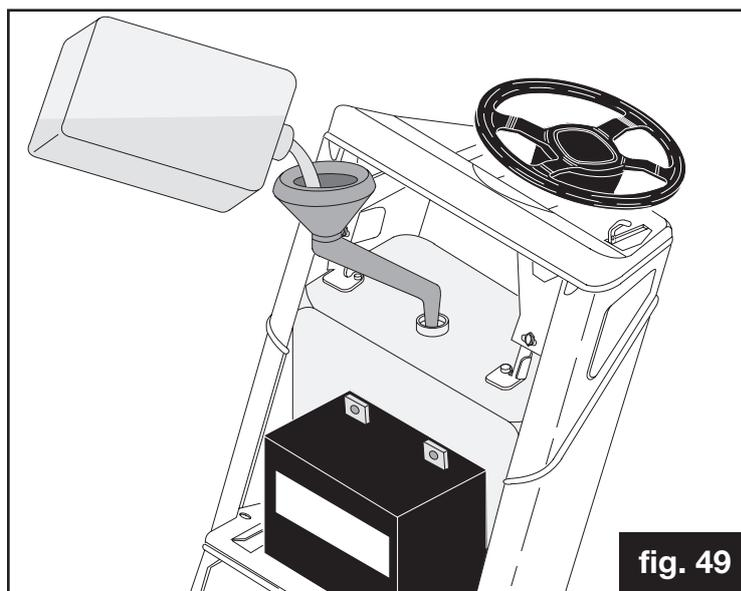

fig. 49
- ✓ Che il serbatoio non sia rimasto a secco. Per rifornirlo, vedi fig. 49.